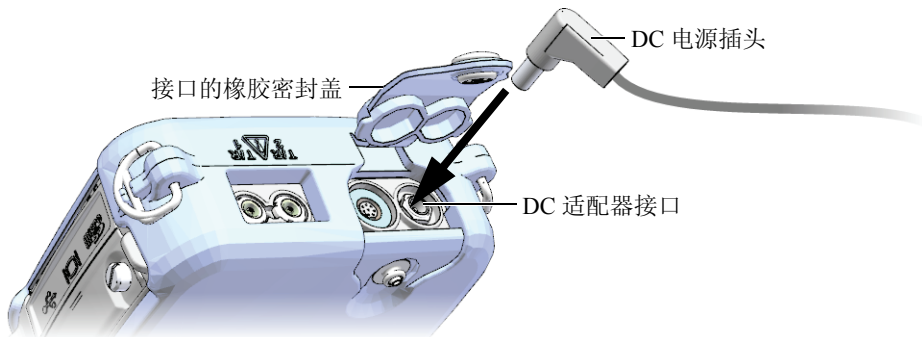

图 2-3 接入 DC 电源插头
2. 打开 38DL PLUS 仪器顶部盖住 DC 适配器接口的橡胶密封盖（参见第 27 页的图 2-3）。
3. 将充电器 / 适配器的 DC 电源插头插入到 DC 适配器接口中（参见第 27 页的图 2-3）。